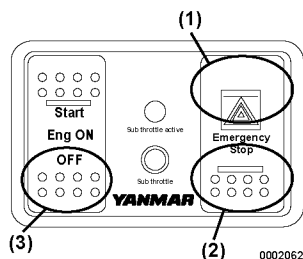

Figure 6
3. Appuyez sur la position OFF (partie inférieure) du commutateur Eng ON (**Figure 6, (3)**). Normalement, le moteur s'éteint dans les 2 à 7 secondes qui suivent. L'arrêt normal du moteur est plus long car la commande est réglée selon le calage de l'injection de gazole à la position la plus appropriée pour le prochain démarrage.
Appuyez sur la partie supérieure du bouton d'arrêt d'urgence (**Figure 6, (1)**) à droite du panneau et le moteur s'éteint aussitôt sans le décalage d'un arrêt normal du moteur.
(**Figure 6, (2)**) pour revenir à sa position précédente. **AVIS: Utilisez ce commutateur en cas d'urgence seulement. Dans des circonstances normales, utilisez le commutateur OFF, Eng ON, Start (**Figure 6, (3)**) pour arrêter le moteur.**